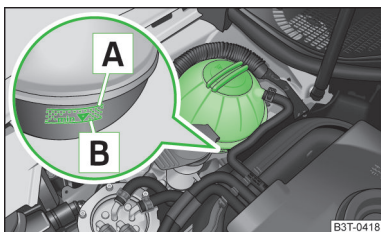

Abb. 128
Zum Nachfüllen nur das Frostschutzmittel verwenden, dessen Bezeichnung auf dem Kühlmittelausgleichsbehälter aufgeführt ist » Abb. 128 auf Seite 173.
- Das Kühlmittel nicht über die Markierung **A** auffüllen » Abb. 128 auf Seite 173.
- › Den Kühlmittelstand am Kühlmittelausgleichsbehälter prüfen » Abb. 128. Der Kühlmittelstand muss bei kaltem Motor zwischen den Markierungen **B** (min.) und **A** (max.) liegen. Bei warmem Motor kann er auch etwas über der Markierung **A** (max.) liegen.
Das Kühlmittel nicht über die Marke **A** (max.) auffüllen » Abb. 128 auf Seite 173! Überschüssiges Kühlmittel wird bei Erwärmung durch das Überdruckventil im Verschlussdeckel des Kühlmittelausgleichsbehälters aus dem Kühlsystem gedrückt.